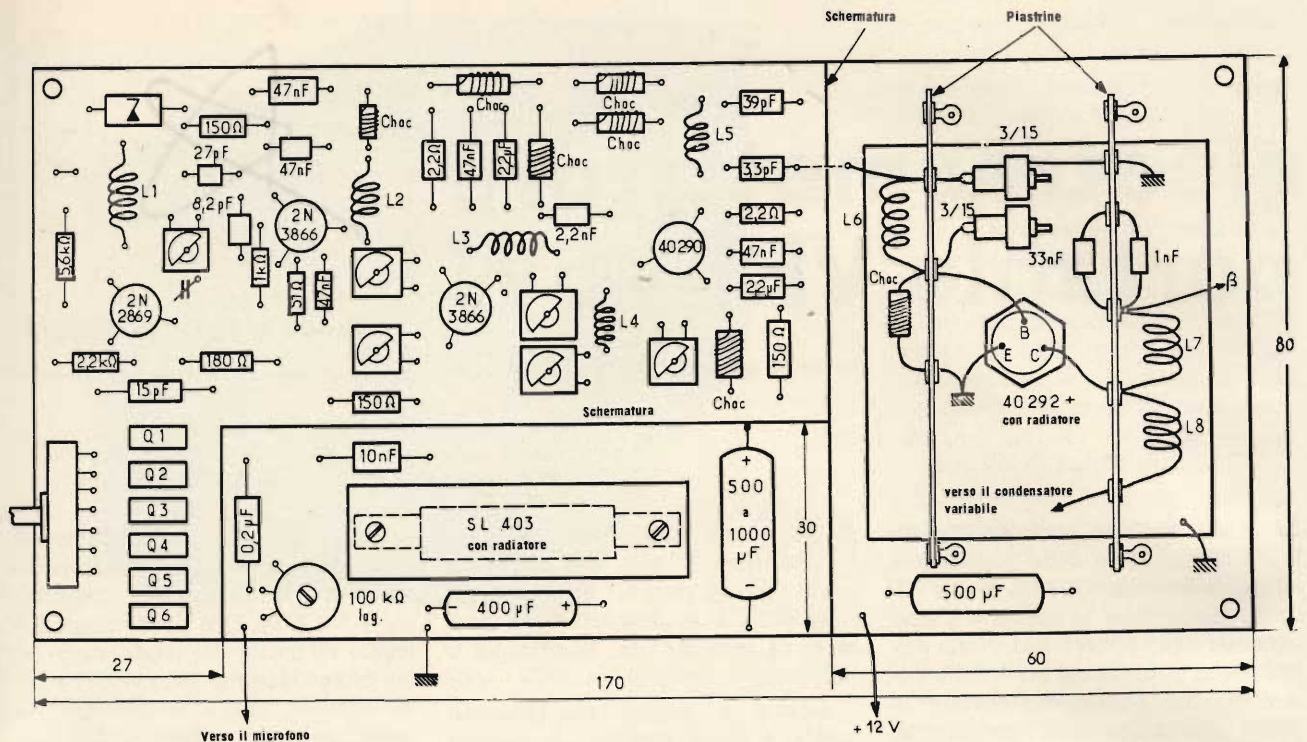

Fig. 1 - Disposizione dei componenti della sezione trasmittente del ricetrasmittitore portatile da 5 W.
**C**ome si può vedere in fig. 1 il circuito trasmittente è composto da uno stadio pilota equipaggiato di 6 quarzi scelti nella gamma dei 72 MHz.
In fig. 1 è riportata la disposizione dei vari componenti, come si può vedere, a sinistra ci sono i sei quarzi poi il commutatore di canali. In alto a sinistra c'è lo stadio pilota, poi il duplicatore seguito dall'amplificatore di tensione seguito a sua volta dallo stadio pilota che va